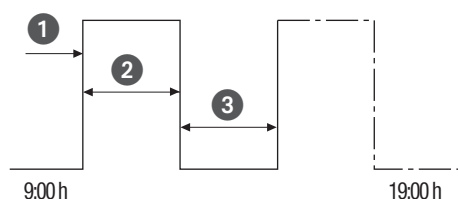

Fig. 33: Comutação por ciclo
- (Fig. 33/1) Hora de início
- (Fig. 33/2) Duração ON = Comutação ON
- (Fig. 33/3) Duração OFF = Comutação OFF